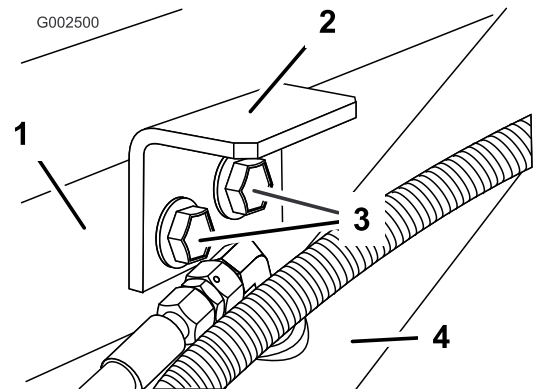

図 8
3. 取り外したボルトナット各2を使って、固定ブラケットを取り付ける (図 8)。